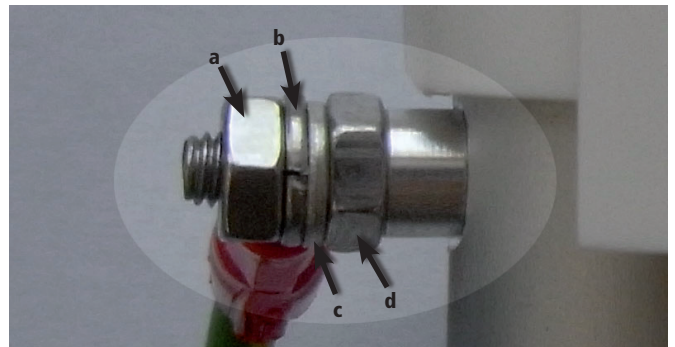

Bild: 3
3. Potentialausgleich am neuen LKS-Einlassrohr Ex anbringen. Reihenfolge beachten (Bild 3):